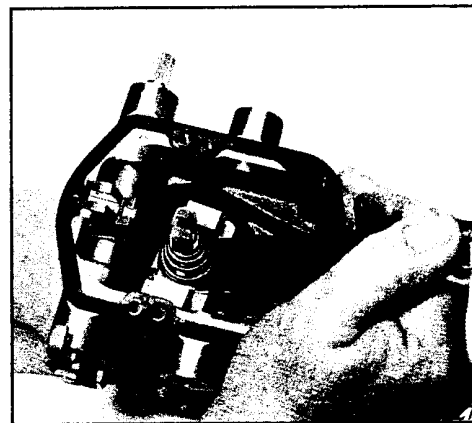

図 4-5. スピーダ・スプリングの取外し
11. パイロット・バルブ・レンチ（部品番号370109）をスプリング・シート下部に差込み、レンチでスプリング・シートを持上げるように固定しながらスプリング・フォークとスピーダ・スプリング・アッセンブリを反時計回転方向へ回してスプリングのシート部分から外します（図 4-5. 参照）